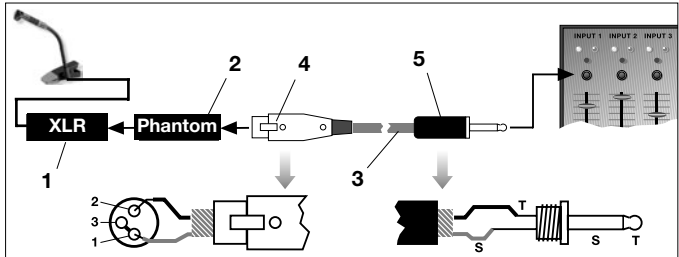

Abb. 2: Anschluss an asymmetrischen Eingang
1. Verbinden Sie im XLR-Stecker (4) mittels einer Drahtbrücke Stift 1 mit Stift 3 und mit der Abschirmung. Siehe Abb. 2.
2. Verbinden Sie die innere Ader des Kabels mit Stift 2 des XLR-Steckers (4) und der Spitze des Klinensteckers (5).